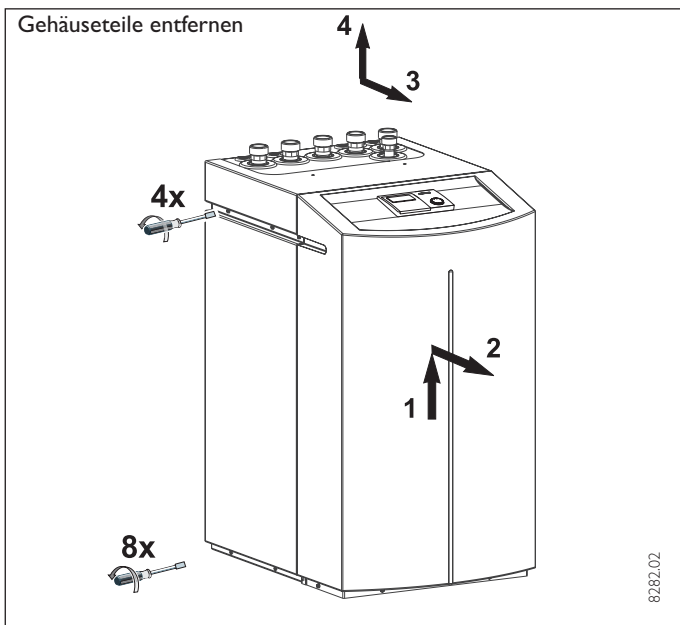

Abb. 10
2. Die acht Schrauben am Sockel des Gerätes herausdrehen (Abb. 10) und das Gehäuse auf den Boden herunterlassen.
Die Anschlussklemmen befinden sich im Schaltkasten (Abb. 15) der WPF und sind nach dem Entfernen der Fronthaube (Abb. 10) und Öffnen der Abdeckklappe zugänglich. Zum Öffnen der Abdeckklappe sind die Befestigungsschrauben seitlich, oben am Schaltkasten zu entfernen. Beim Entfernen der Fronthaube ist darauf zu achten, dass die Leitungen, die den Wärmepumpenmanager mit dem Schaltkasten verbinden, nicht abgerissen werden. Um das Gerät elektrisch anschließen zu können, muss nun noch der Deckel (Abb. 10) demontiert werden.